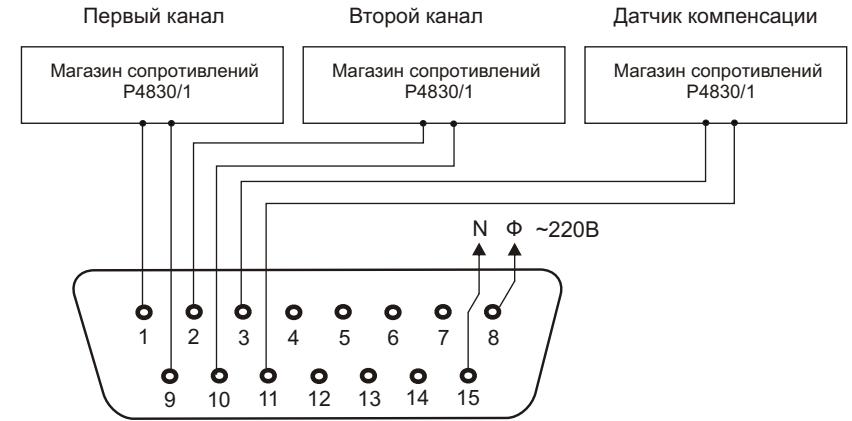

Рисунок 5
- Примечание. 1) Для определения погрешности измерения прибора на магазине сопротивлений, подключенном к клеммам 3, 11 (рис. 5 и 6), установить значение 50,00 Ом, что соответствует сопротивлению датчика компенсации холодного спая при 0 °С.